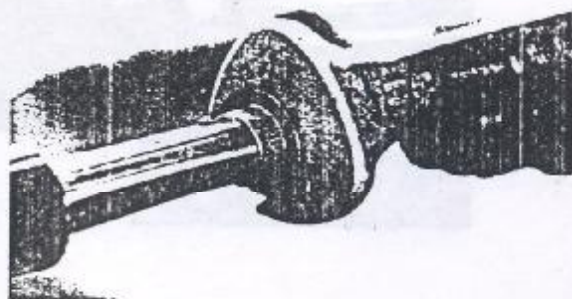

Figura 4.19.4 - Remoção da junta esférica interna
4. Remover conjuntos das juntas esféricas internas das extremidades da cremalheira (Figura 4.19.4).